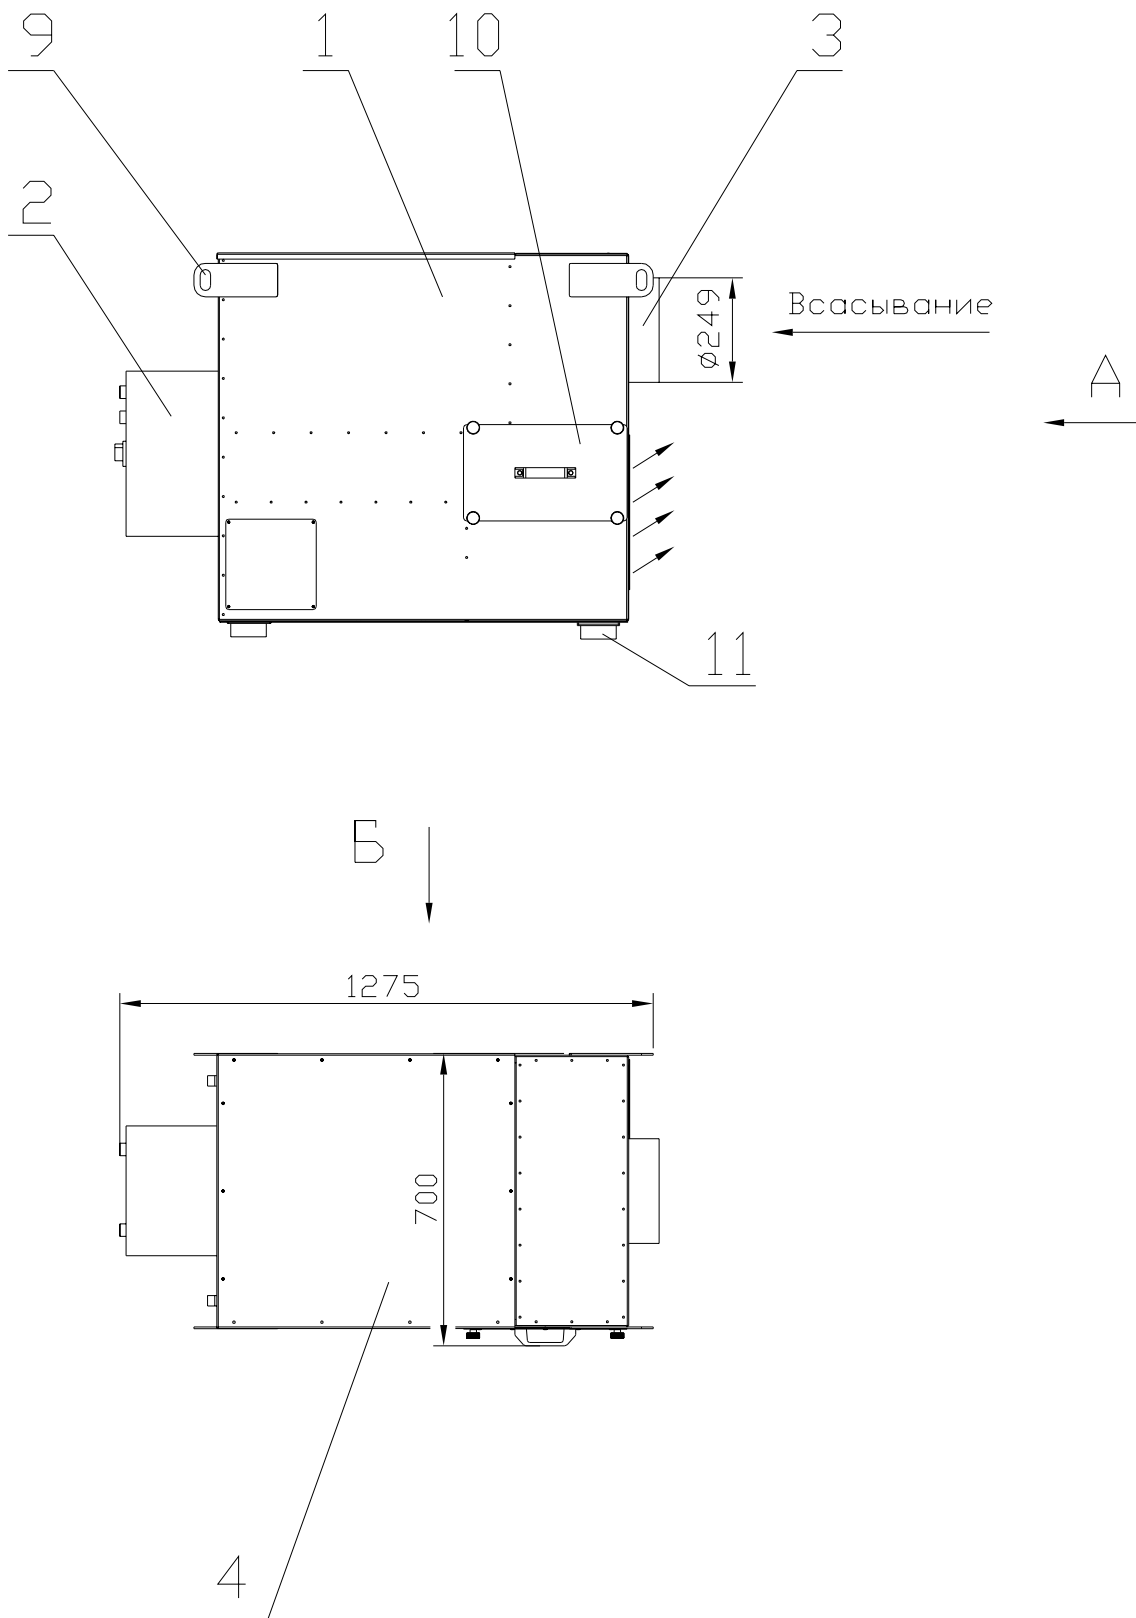

рис. 1
3.1 ФВА (рис.1,2,3) выполнен в виде единой конструкции и включает в себя:
- корпус (1);
- опоры (11);
- блок управления (2);
- входной патрубок (3);
- предварительную пылеосадительную камеру (6);
- искрогаситель (7);
- фильтрующий элемент тонкой очистки (5);
- съемную панель (4);